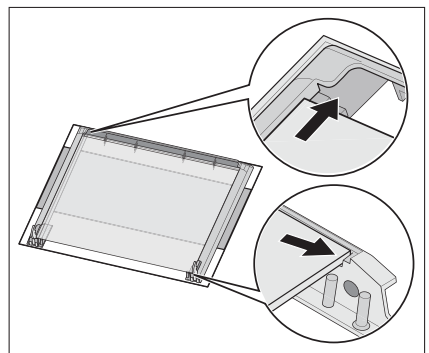

Abb. 33
- b) Die obere Glasscheibe muss wie in Abb. 33 gezeigt eingesetzt werden.